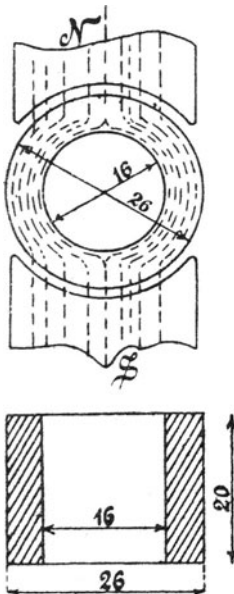

Fig. 74.
195. Der Ringanker eines Elektromotors besitzt 26 [30] (40) cm äußeren und 16 [18] (24) cm inneren Durchmesser; seine Länge beträgt 20 cm, wovon 15% für die Papierisolation der einzelnen Blechscheiben abzurechnen sind. (Fig. 74.) Die Bewicklung soll aus isoliertem Draht von 3 [2] (2,5) mm Durchmesser unbesponnen und 3,5 [2,5] (3) mm mit Umspinnung bestehen. Die Kraftliniendichte sei 10000 [12000] (9000), die Tourenzahl 1200 [1000] (800) pro Minute. Gesucht wird: